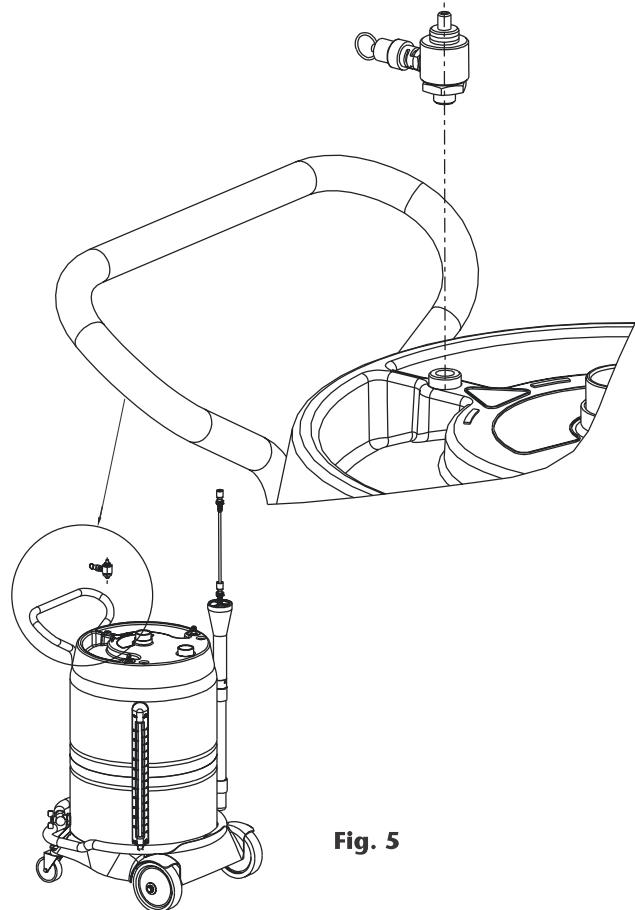

Fig. 5
- Screw the air valve kit in the indicated position (fig. 5).
- Rosque el conjunto válvula de aire en la posición indicada (fig. 5).
- Visser l'ensemble valve d'air - soupape de sécurité dans la position indiquée (fig. 5).
- Schrauben Sie das Luft-Ventil-Kit in der angegebenen Position (fig. 5).
- Привинтите воздушный клапан как указано на рисунке (рис. 5).